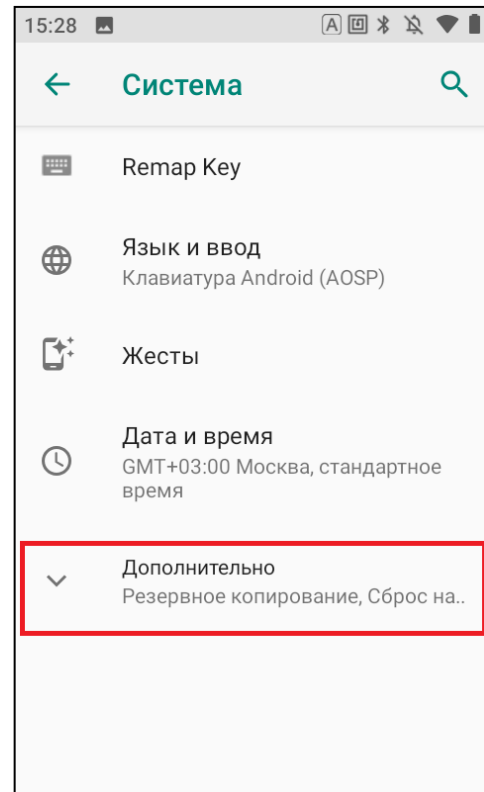

Рис. 4.10 - Меню "Дополнительно"
- 4) Нажать на кнопку «Дополнительно» (Рис. 4.10);